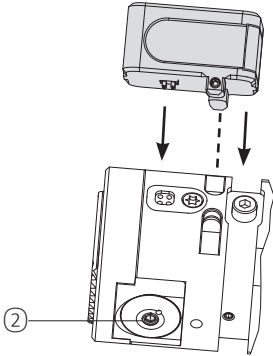
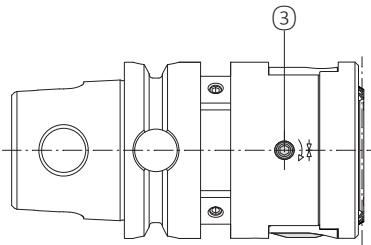

Fig. 1
Fig. 3
Siga la secuencia para ajustar el diámetro como se indica a continuación. (Fig. 1, 2 y 3):
2. Enganche la unidad de visualización en las ranuras de sujeción de la herramienta (de manera que coincidan los puntos de contacto, Fig. 1)
3. Encienda el módulo de lectura digital accionando el botón “ON/Reset” ①. Al encenderse, se visualiza el último valor de incremento mostrado. El apagado automático tiene lugar 30 segundos después de finalizar el procedimiento de ajuste. Periodo máx. de encendido: 120 segundos.
4. Libere el pasador de amarre roscado ③ (Fig. 3).
6. Apriete el pasador de amarre roscado ③ (Fig. 3) (par de apriete de 3 Nm [26.55 lb-pulg.])
- Cuando la pantalla está encendida, se puede restablecer a “0” pulsando de nuevo el botón “ON/Reset” ①.